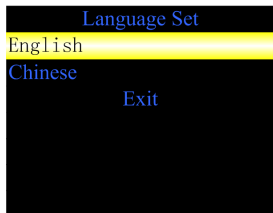

Figure 5.4 Menu de configuration de la langue
- 2) Le menu de configuration de la langue est indiqué à la Figure 5.4